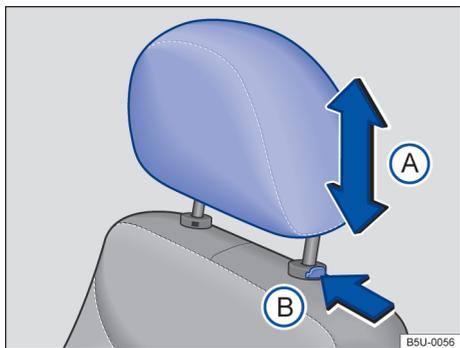

Fig. 63 Ajustar o apoio para cabeça dianteiro.
- Empurrar o apoio para cabeça para cima ou para baixo na direção da seta → Fig. 63 A → ⚠️ em *Introdução ao tema* na página 73.